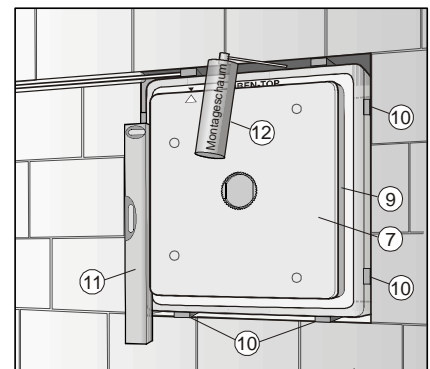

Abb. 5
Golul dintre caseta de polistiren și orificiul din zid trebuie umplut și fixat cu spumă poliuretanică (12) sau alte materiale izolatoare corespunzătoare. (fig. 5).